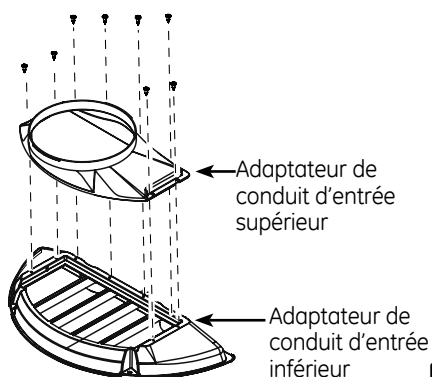

Figure 4
2. Fixez l'adaptateur de conduit d'entrée supérieur sur l'adaptateur de conduit d'entrée inférieur en alignant les trous selon la Figure 4 et en posant les 8 vis d'assemblage. Ces vis doivent être serrées à la main à l'aide d'un tournevis à tête étoilée no 2 afin de prévenir le serrage excessif.